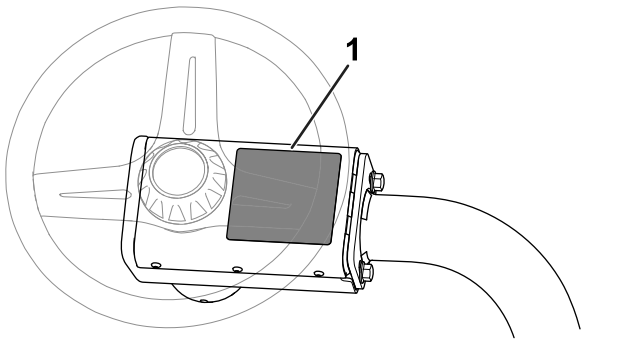

図 12
- CE 警告デカル CE 警告デカル P/N 139-8321を、既存の警告デカル P/N 139-8320の上から貼り付ける 図 12を参照。